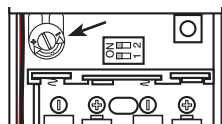

Figura 5
- Gire la perilla de sensibilidad del micrófono dentro del extensor de la campanilla en el sentido de las manecillas del reloj para aumentar la sensibilidad del micrófono (vea la Figura 5).
6. Regule la sensibilidad. Una vez que la campanilla y el extensor de la campanilla estén funcionando correctamente, reduzca la sensibilidad del micrófono a la posición con menor sensibilidad que permita la activación confiable para minimizar la activación falsa por otros ruidos de la casa (vea la Figura 5).